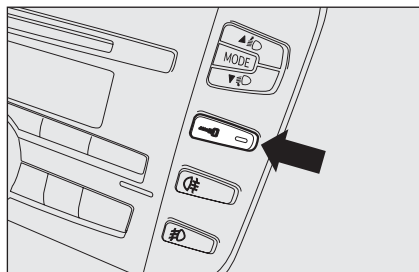

fig. 13
- bouton **fig. 13** de verrouillage/déverrouillage des portes placé sur la façade centrale;